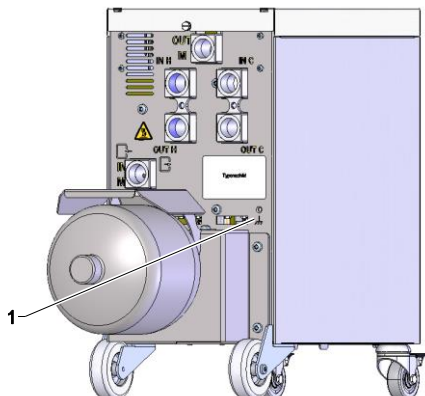

Fig. 16: Pământare
Surse puternice de interferență electromagnetică situate în apropierea unității de comutare pot să influențeze funcționarea acestuia. În acest caz carcasa unității de comutare trebuie legată la pământ cu o bandă de metal pentru legătură la pământ (Punct de legătură pentru împământare funcțională vezi (1) Fig. 16).